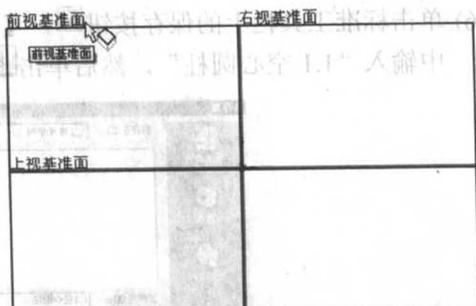

图 1.16 前视、上视和右视基准面选择
- (1) 单击新建工具按钮, 弹出【新建 SolidWorks 文件】对话框, 选择零件按钮, 再单击按钮, 新建一个零件文件。
- (2) 单击特征工具栏上的旋转凸台/基体按钮如图 1.16 所示, 前视、上视和右视基准面出现, 鼠标指针形状变为。